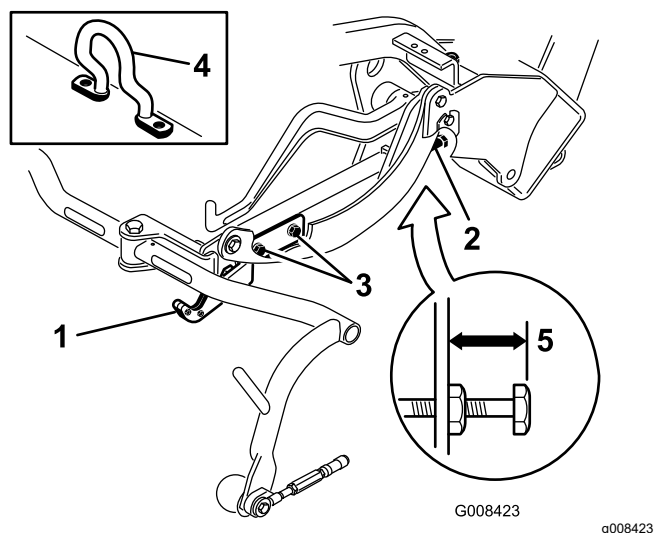
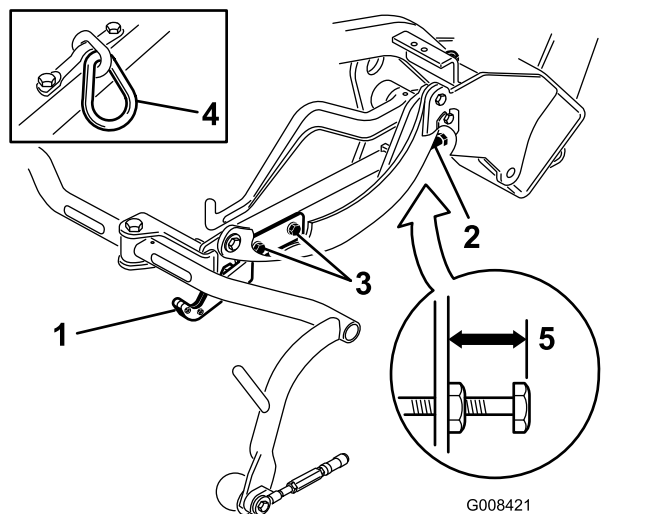
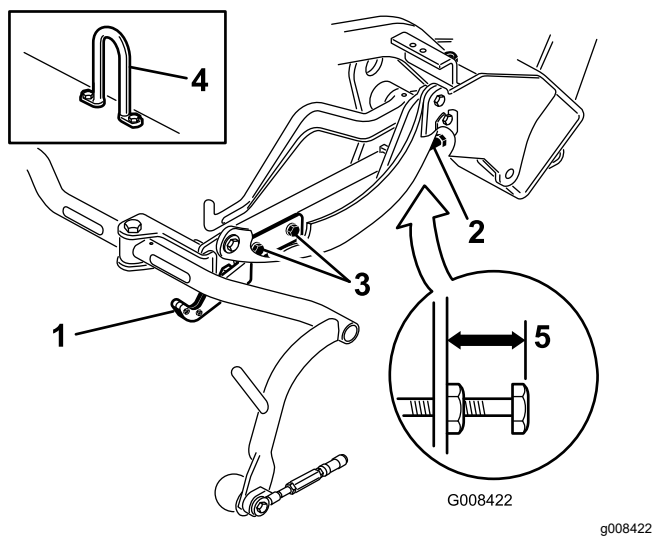

Figura 10
Figura 11
Figura 12
3. La unitățile de tăiere echipate cu o verigă de lan sau un cârlig de ridicare în linie dreaptă (Figura 11 i Figura 12 inserii), verificai dacă distanța de la partea superioară a urubului de reglare a cadrului de susinere până la partea din spate a cadrului de susinere este de 22 mm. Dacă distanța nu este de 22 mm, treceți la pasul 4. Dacă unitatea de tăiere este echipată cu o articulație de ridicare decalată (Figura 10), treceți la pasul următor.
Verificai înălțimea de transport (Figura 11 i Figura 12) i reglai-o, dacă este necesar.
2. La unitățile de tăiere echipate cu un cârlig de ridicare decalată (Figura 10 inserie), verificai dacă distanța de la partea superioară a urubului de reglare a cadrului de susinere până la partea din spate a cadrului de susinere este de 25 mm. Dacă distanța nu este de 25 mm, treceți la pasul 4.
4. Slăbiți uruburile de montare a plăcii de transport (Figura 11, Figura 12 și Figura 10).
7. În cazul în care cadrele de susinere nu sunt la aceeași înălțime, slăbiți contrapiulița de pe urubul de reglare a cadrului de susinere (Figura 10, Figura 11 și Figura 12). Rotiți urubul spre exterior pentru a ridica și spre interior pentru a coborî. Strângeți contrapiulița după ce obțineți înălțimea corespunzătoare.